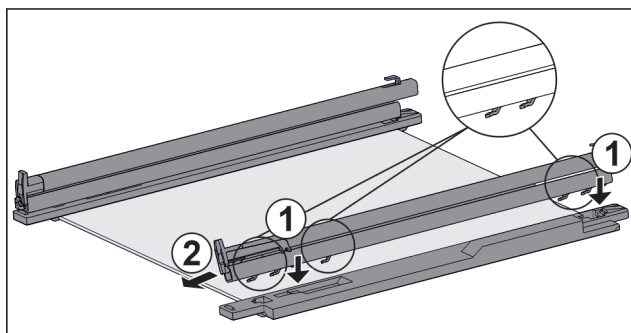

Fig. 130 Placă de sticlă cu șine și piese de fixare
- ▶ Așezați cârligele șinei pe deschiderile piesei de fixare din **stânga**. Fig. 130 (1)
- ▶ Trageți șina în față. Fig. 130 (2)
- ▶ Așezați cârligele șinei pe deschiderile piesei de fixare din **dreapta**. Fig. 130 (1)